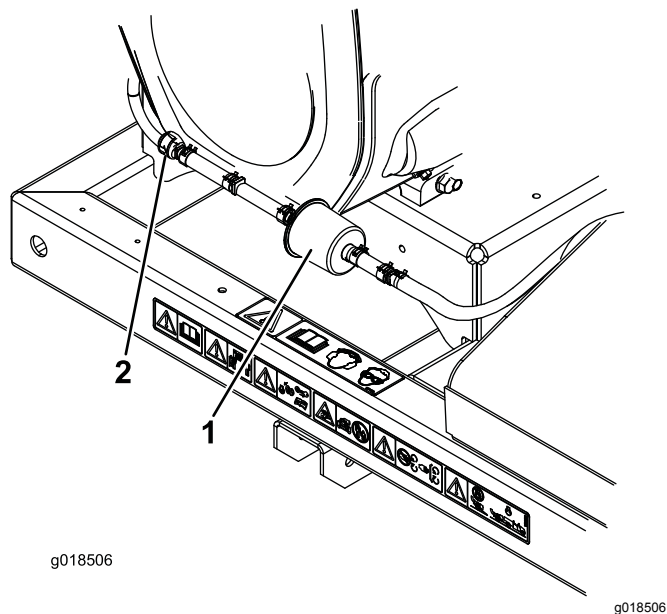

图 18
2. 将碳罐净化过滤器两侧的弹簧型软管夹移离过滤器图 18。
3. 拆下并丢弃碳过滤器图 18。
4. 将新过滤器装入软管使过滤器上的箭头指向单向阀并使用软管夹固定图 18。